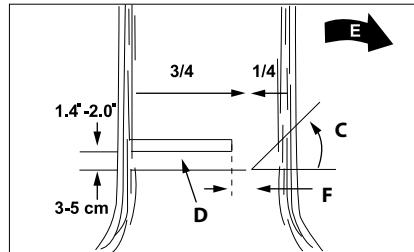

Fig. 15
pentru a ghida doborarea completa a copacului. Atenție! să nu va deplasati în jurul copacului cu crestături efectuate. Tăierea de doborare (D) trebuie să fie poziționată la un nivel superior, cu 3-5 cm, a feței inferioare a crestăturii de cădere (C) (Fig. 15).